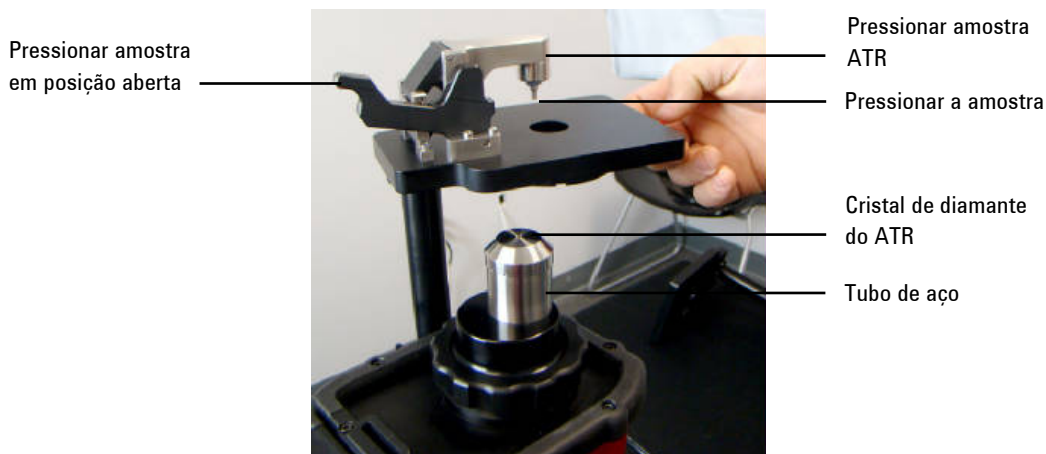

Figura 6. Acessório de prensagem de ATR
- 3 Abra o braço do acessório de prensagem, como mostrado na Figura 6.